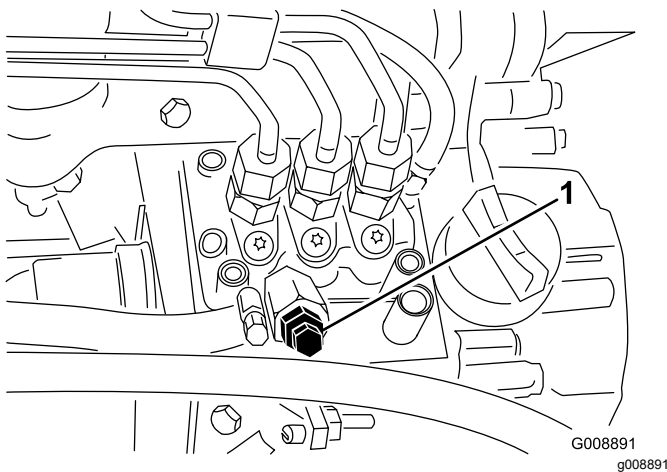

Figura 31
3. Aprite la vite di spurgo dell'aria, situata sulla pompa di iniezione del carburante (Figura 31).